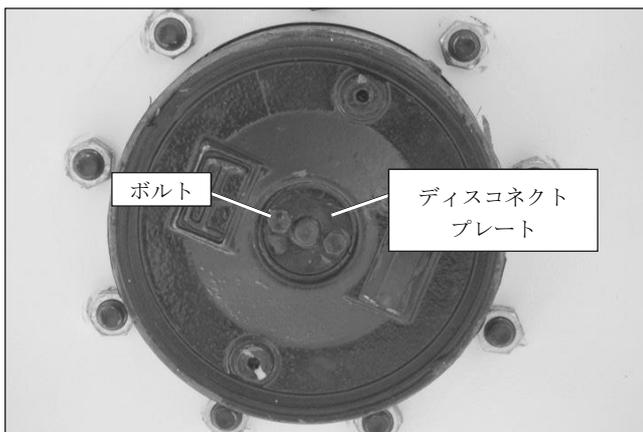

図 9.3 - 駆動輪
6. 各駆動輪のところにあるディスコネクトプレートから 2 本のボルトを外します（図 9.3 を参照）。突起部が内側を向くようにプレートを裏返します。2 本のボルトを元どおり取り付けます。
8. 各駆動輪の2本のボルトを外し、図9.3のようにプレートを元の位置に戻します。